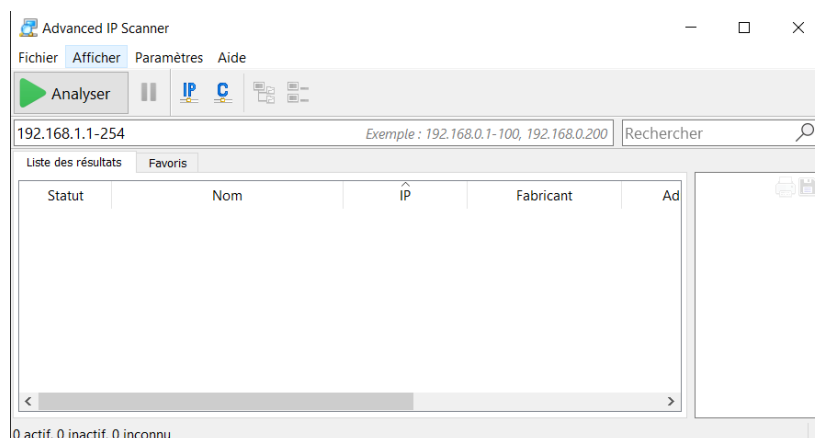

Figure 62: Advanced IP Scanner
- A l'ouverture du logiciel, vous obtiendrez le visuel de la Figure 62